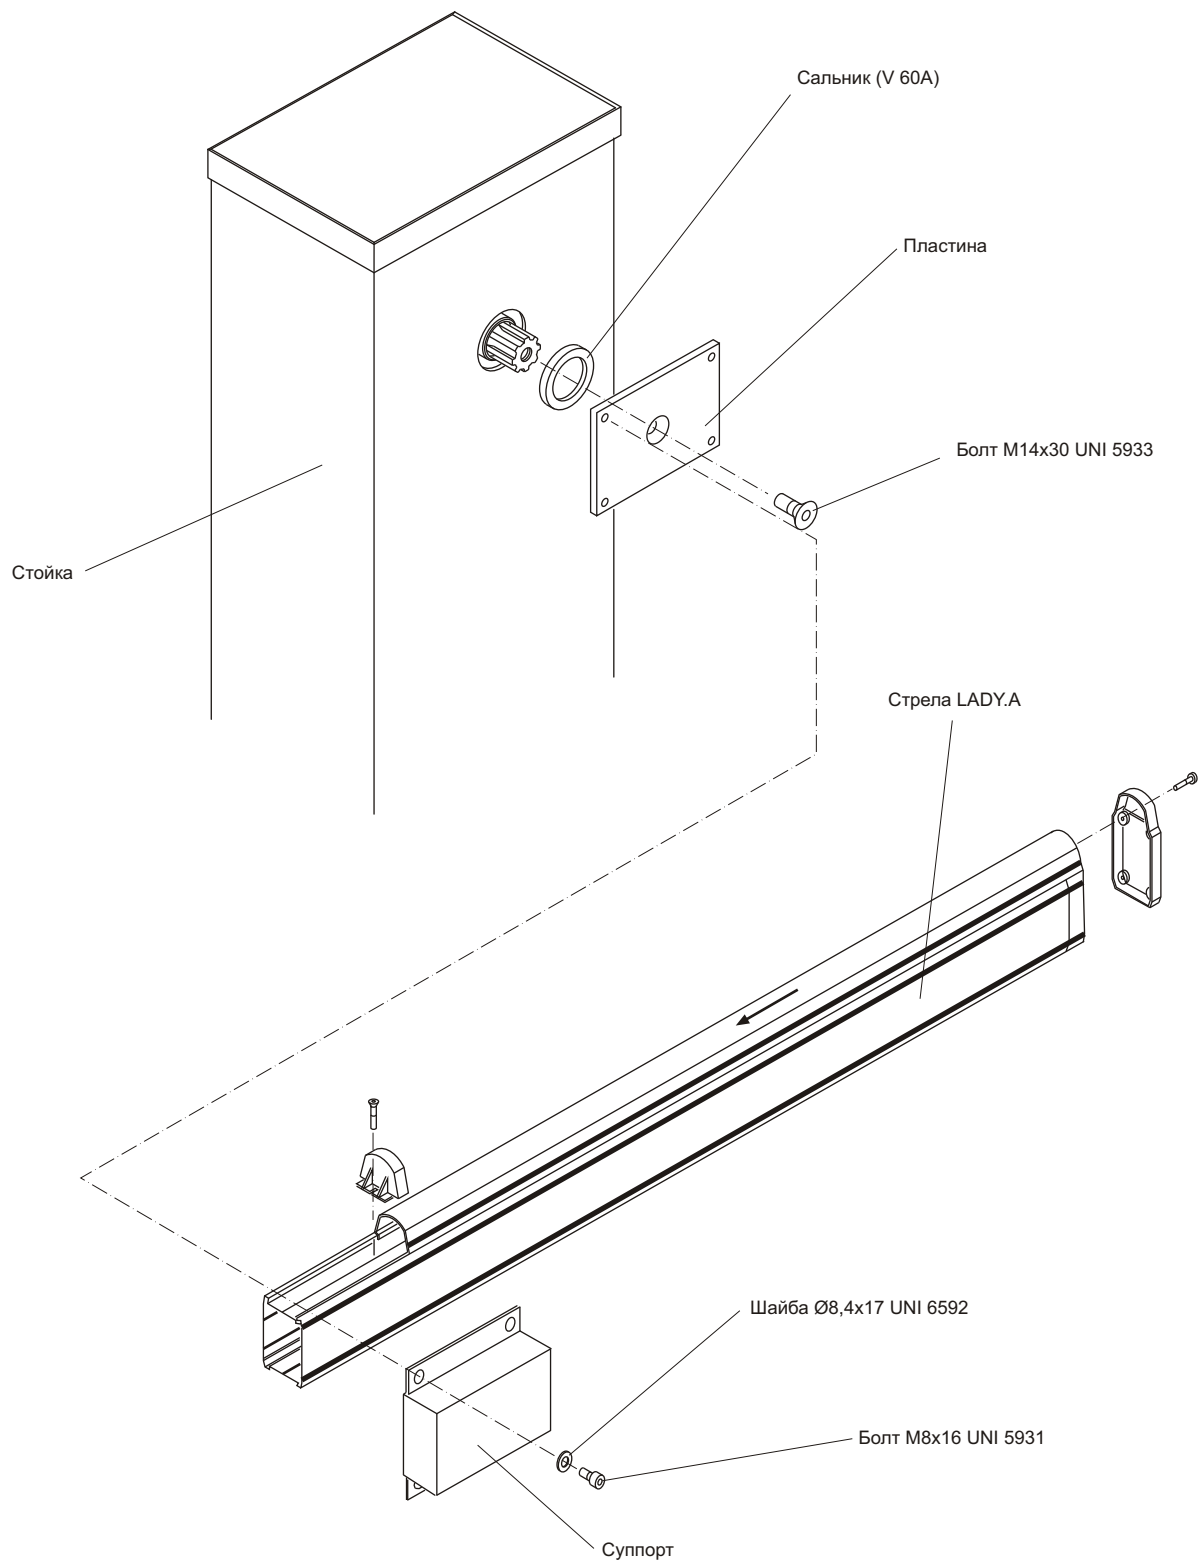

Рис. 3
4. Крепление стрелы (Рис. 3)
Крепление стрелы к пластине производится с использованием суппорта и прилагаемых винтов, как иллюстрировано на Рис. 3. Рекомендуется установить возможные аксессуары на стрелу (защитные профили, свет, грань, завесу, и т. д.), прежде крепления стрелы к пластине.